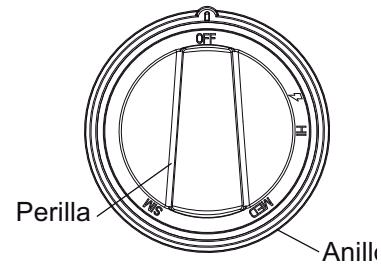

Figura 10: Perilla de control del quemador estándar
- Se puede tratar de mover las tapas de los quemadores suavemente de un lado a otro para verificar que las tapas estén bien colocadas en sus bases. Si se coloca correctamente, cada tapa de quemador quedará asentada en forma plana sobre su base y cubrirá completamente la base estrellada del quemador al verse desde la parte superior, tal como se muestra en la figura 10: *Colocación correcta de las tapas de quemadores*